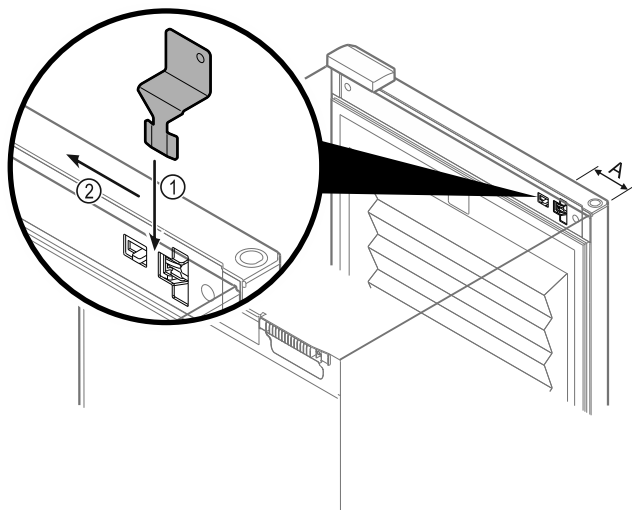

Fig. 148
- Klíč pro nouzové odblokování umístěte na dané místo Fig. 148 (A) ≈ 100 mm.
- Klíč pro nouzové odblokování Fig. 148 (1) zasuňte mezi dveře a korpus spotřebiče shora až na doraz.
- Klíč pro nouzové odblokování zatlačte ve směru závěsu. Fig. 148 (2)